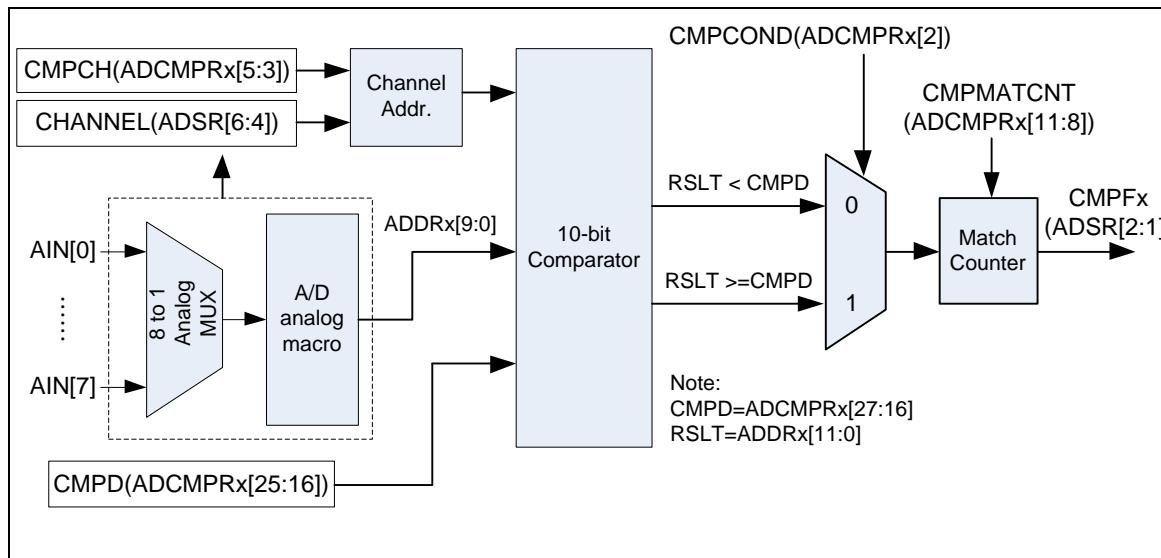

图 5-105 A/D 转换结果监控逻辑图
5.17.4.6 ADC控制器提供两组比较寄存器 ADCMPRO 和 ADCMPR1, 用于监控来自A/D 控制器的 最多2个通道的转换结果, 可参考 图 5-105。软件可通过设定CMPCH(ADCMPRx[5:0]) 来选择监控哪路通道, 而CMPCOND 位被用来检查转换结果小于或大于等于CMPD[9:0]中指定的值. 当CMPCH指定的通道转换完成时, 比较行为将会被自动的触发一次. 当比较结果和设定值相匹配, 比较匹配计数器将加1, 否则, 比较匹配计数器将会被清0。当计数器的值和设定值 (CMMATCNT+1) 相等时, CMPF 位将置 1, 如果CMPIE 置位, 将产生 ADC_INT中断请求. 在扫描模式下无需软件介入就可用其监控外部模拟输入引脚电压变化。具体逻辑框图如下: